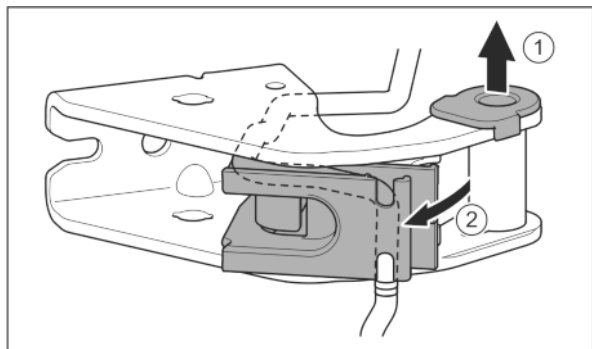

Fig. 29
- ▶ Tuleję łożyskową wyjąć z prowadnicy. Fig. 29 (1)
- ▶ Odchylić mocowanie kabla. Fig. 29 (2)